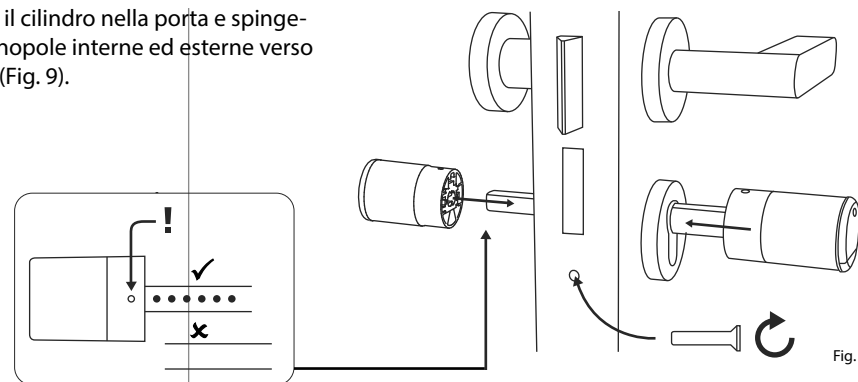

Fig. 9
⑥ Avvitare il cilindro nella porta e spingere le manopole interne ed esterne verso la porta (Fig. 9).